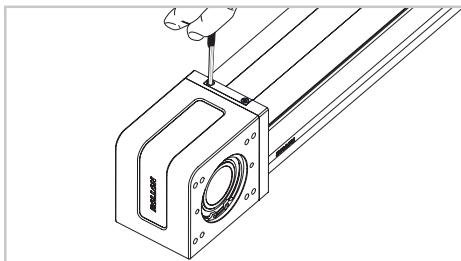

Fig. 4
- 3) Sortir la courroie de la tête d' entraînement en démontant la plaque de blocage (Fig. 4).